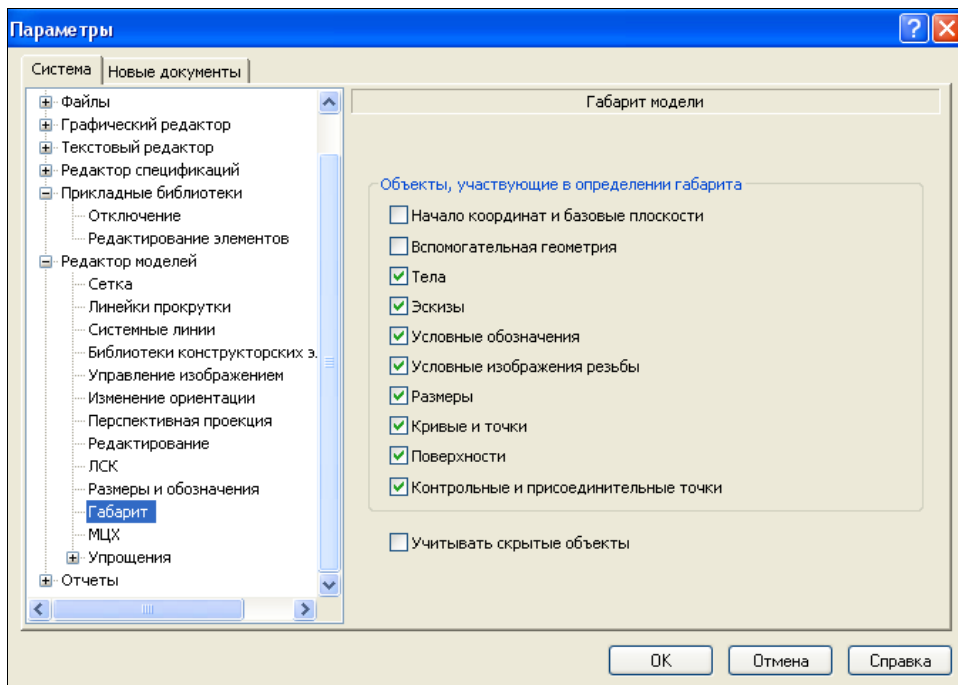

Рис. 27.4. Диалоговое окно **Параметры** с открытой панелью **Габарит модели**
- ♦ щелкните ЛК мыши по пункту **Габарит**. В правой части откроется панель **Габарит модели** (рис. 27.4). На этой панели поставьте флажки в тех окнах объектов, которые должны учитываться при построении его *габаритного параллелепипеда*;